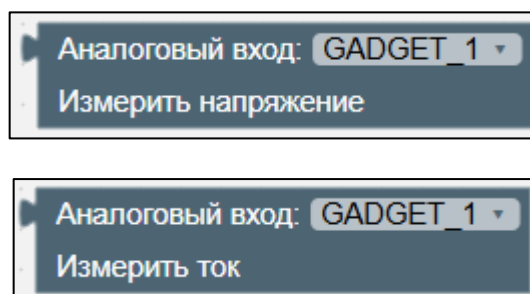

Рисунок II-42 – Блоки измерений
2) блоки измерений (см. Рисунок II-42):